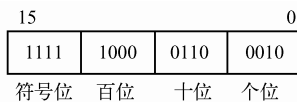
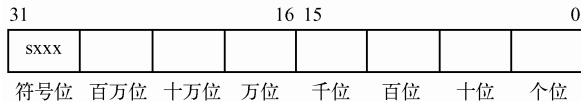

图 4-102 3 位 BCD 码的格式
图 4-103 7 位 BCD 码的格式
① BCD 码的格式 BCD 码是比较有用的，3 位格式如图 4-102 所示，二进制的 0~3 位是个位，4~7 位是十位，8~11 位是百位，12~15 位是符号位。7 位格式如图 4-103 所示，二进制的 0~3 位是个位，4~7 位是十位，8~11 位是百位，12~15 位是千位，16~19 位是万位，20~23 位是十万位，24~27 位是百万位，28~31 位是符号位。